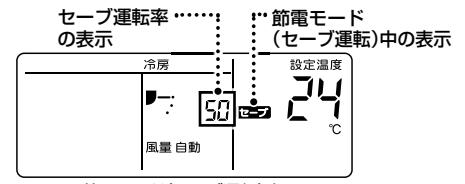

図3:節電モード(セーブ運転)中の画面
- セーブ運転率の設定後は、節電モード(セーブ運転)中画面が表示されます。(図3)